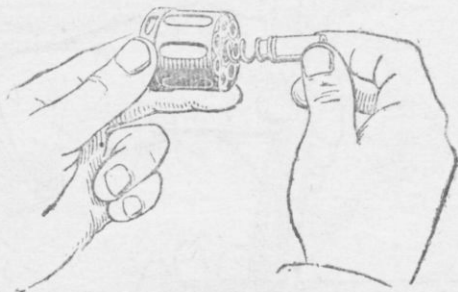

Рис. 29. Как вынуть подвижную трубку с пружиной
- 2) вынуть подвижную трубку барабана: повернуть трубку за ее выступающий конец настолько, чтобы метка на ней пришлась против продольного паза барабана, вынуть трубку и снять с нее спиральную пружину (рис. 29);